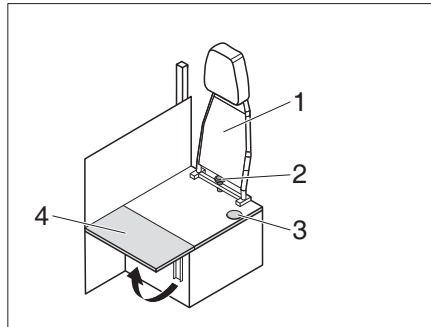

Fig. 188 Transformation conduite-habitation
- Dévisser la vis en étoile (Fig. 188,2) et retirer le dossier (Fig. 188,1) vers le haut.
- Rabattre la rallonge de la banquette (Fig. 188,4).
- ▷ Pour la transformation du mode habitation au mode conduite, répéter ces étapes dans l'ordre inverse. Veiller à ce que la ceinture de sécurité passe par l'ouverture (Fig. 188,3).